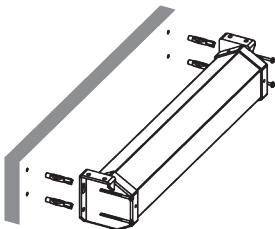

Рис. 1
**Жесткое крепление на стене:** прикрутите экран шурупами за крепежные отверстия, как показано на рис.1.